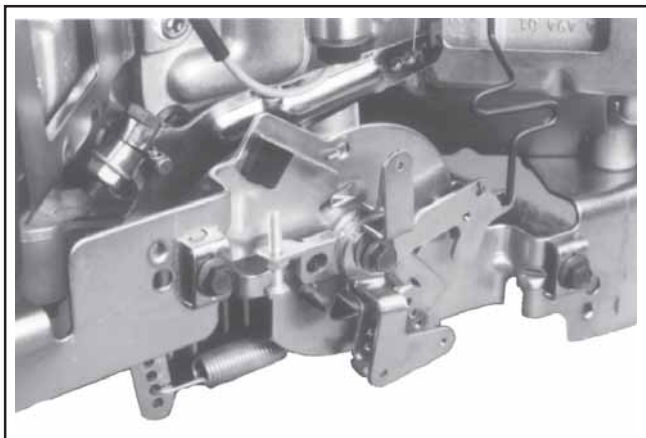

Figura 5-36. Comandi del regolatore e tiranteria (esterna).
- Il perno di regolazione tocca la linguetta sull'albero trasversale facendo girare l'albero. Un'estremità dell'albero trasversale sporge attraverso il carter. La rotazione dell'albero trasversale viene trasmessa alla leva dell'acceleratore del carburatore per mezzo della tiranteria esterna. Vedere Figura 5-36.
La regolazione deve essere effettuata con il braccio del regolatore allentato o smontato dall'albero trasversale. Facendo riferimento alla Figura 5-36, procedere come segue: